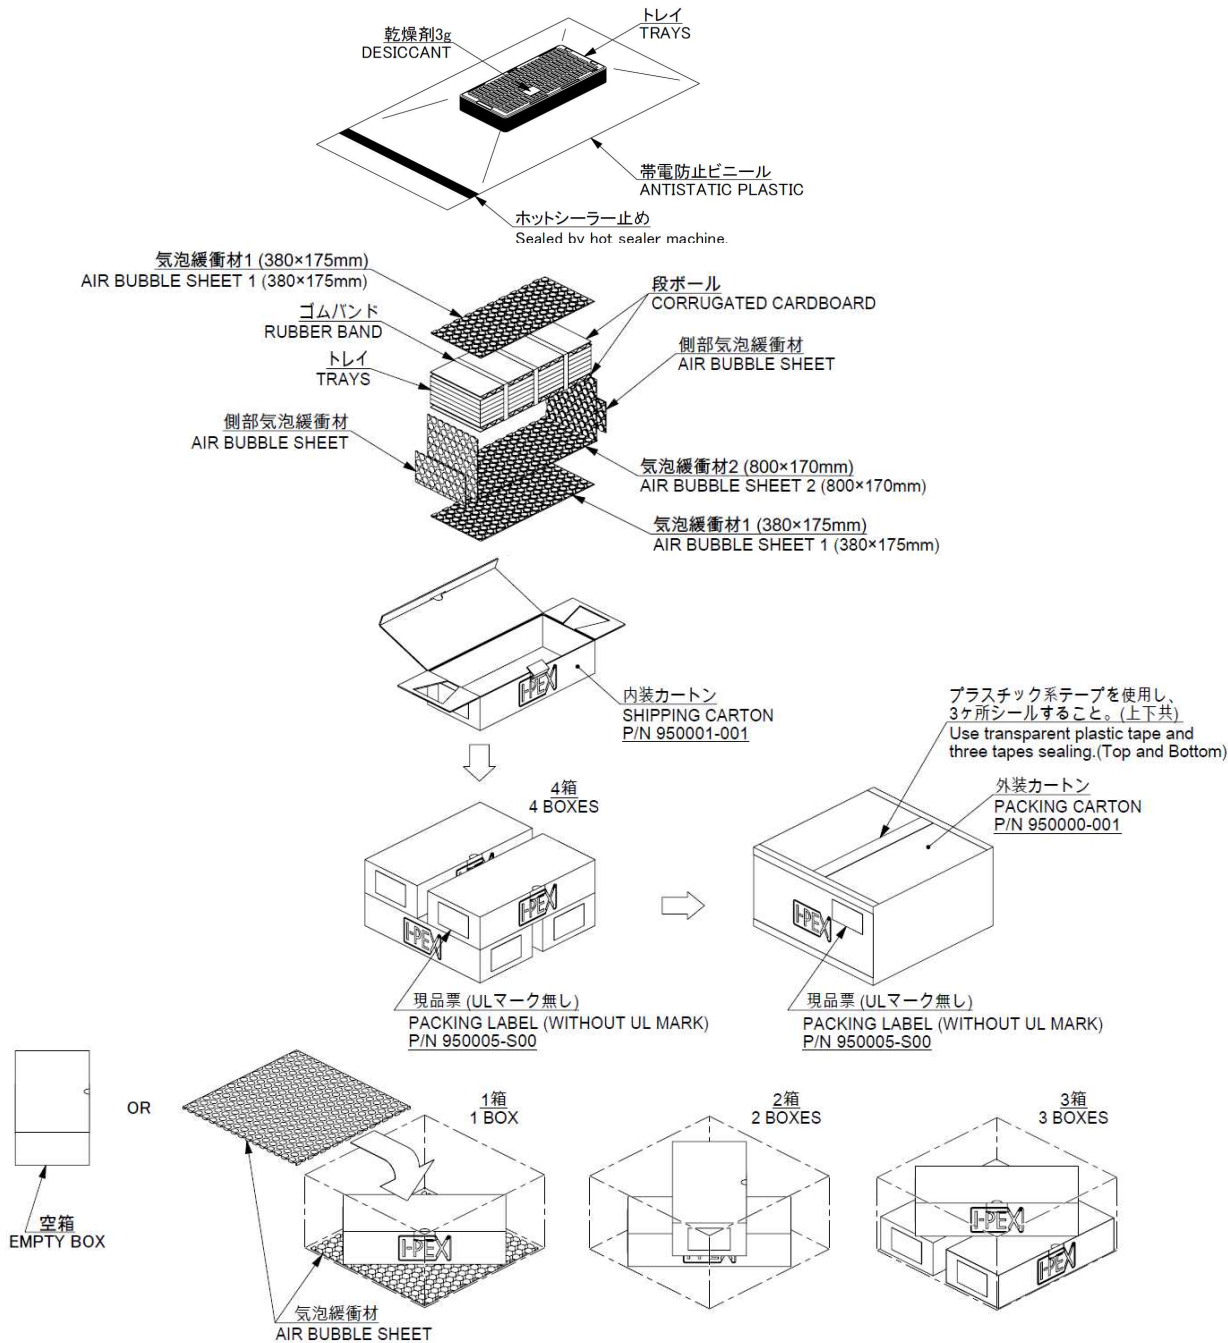

図 2(Fig 2)
- (1) [注記]に記載された方法でトレイを重ね、蓋をする。
- (2) 製品を入れたトレイを、3.で指定された枚数重ねる。
- (3) 重ねたトレイを乾燥剤 1 袋と一緒に帯電防止ビニール袋に入れ、ホットシーラー止めを行う。
- (4) 帯電防止ビニール袋に梱包後、上下に段ボールをあて、図 2 に示すゴムバンド(折径 160mm、折り幅 4.5mm、オーバンド#415)を 10~13cm間隔で 3 本掛ける(2 重まき)。
- (5) ゴムバンドで止めたトレイを、図 2 に示す様に内装カートンに入れる。
- (6) ① 内装カートンに側部気泡緩衝材及び底面に気泡緩衝材 1 を 2 枚敷く。
② ①の上に気泡緩衝材 2 を 1 枚重ねる。その後トレイを規定枚数入れ、気泡緩衝材 2 の余った分を内側に折り返す。
- (7) 内装カートンには、図 2 に示す指定の位置の現品表を貼付する。
- (1) Piling the TRAY and putting a lid on the TRAY as shown [NOTES].
- (2) Piling the TRAY put products of QTY. designated in 3.
- (3) Piled tray is put into the antistatic plastic together with one bag of desiccant, and it is sealed by hot sealer machine.
- (4) After piling by antistatic plastic, cardboard is put on top and bottom and it is tied off(double) with three rubber bands (Folded diameter of rubber band is 160[mm], folded diameter width of it is 4.5[mm], O'Band #415) as shown Fig.2 at intervals of 10~13[cm].
- (5) Putting the TRAY bound with rubber bands in S CARTON as shown Fig.2.
- (6) ① Put air bubble sheet on sides and spread 2 sheets of air bubble sheet 1 on the bottom of an inner carton.
② Pile one sheet of air bubble sheet 2 on ① and put the designated qty of tray, then fold the extra part of air bubble sheet 2 inward.
- (7) Putting a label on the designated place of S CARTON as shown Fig.2.
- (1) 3 で指定された数の内装カートンを図 2 に示す様に、下段と上段の内装カートンを互い違いに梱包する。
- (2) 外装カートンには、図 2 の指定の位置に現品票を貼付する。
- (1) Packing S CARTONS of QTY. designated in 3 to alternate the top and the bottom S CARTONS, as shown Fig.2.
- (3) Putting a label on the designated place of P CARTON as shown Fig.2.